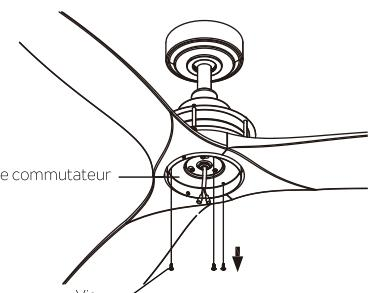

Fig. 25
Étape 5. Retirez une des trois vis préinstallées sur le côté du bord extérieur du boîtier de commutateur et mettez-la de côté pour plus tard.(Fig.25)